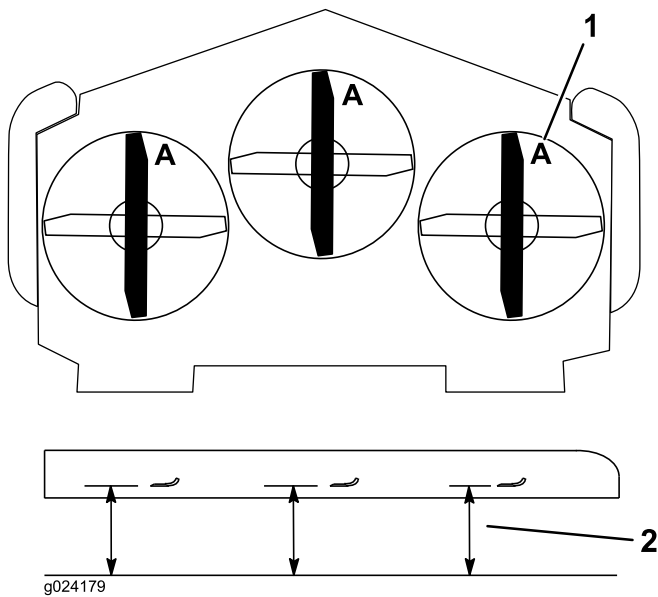

Figura 91
3. Gire las cuchillas hasta que los extremos estén orientados hacia adelante y hacia atrás (Figura 91). Mida desde una superficie nivelada hasta el filo de corte, posición A, de las cuchillas (Figura 91). Anote esta dimensión.